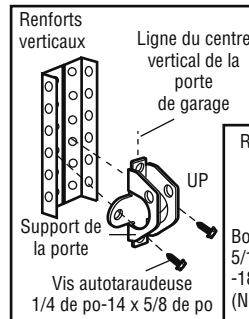

Figure 2A
- Percer des trous de fixation de 3/16 po. Fixer le support de porte à l'aide des deux vis autotaraudeuses de 1/4 po-14x5/8 po (Figure 2A).